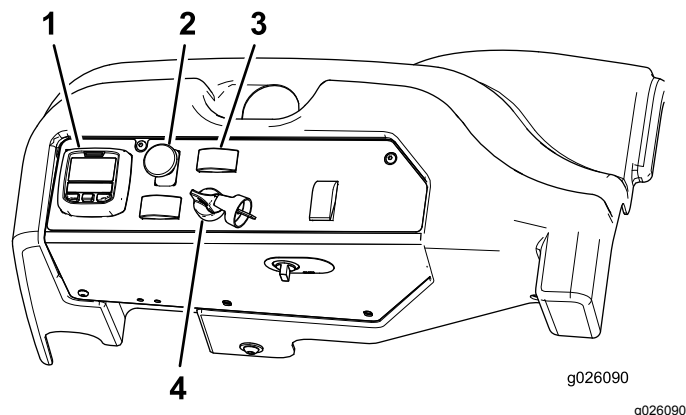

Figure 22
5. Placez la commande de prise de force (PDF) en position DÉSENGAGÉE (Figure 22).